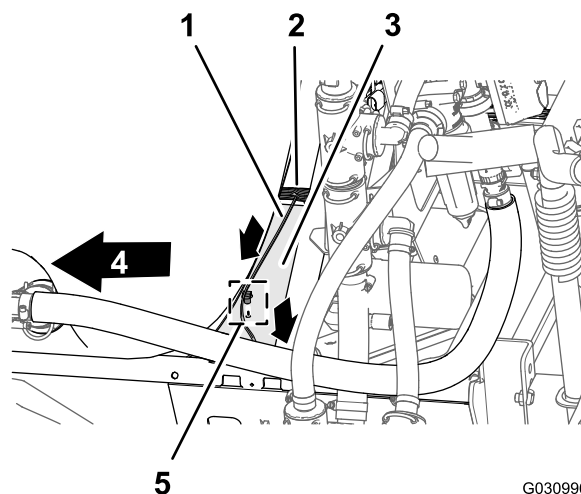

Figure 127
du pulvérisateur et vers le bas en direction du solénoïde de la pompe (Figure 127).
2. Insérez le clip sapin de la branche de 86 cm dans le trou sur le profilé de cadre du pulvérisateur (Figure 127).